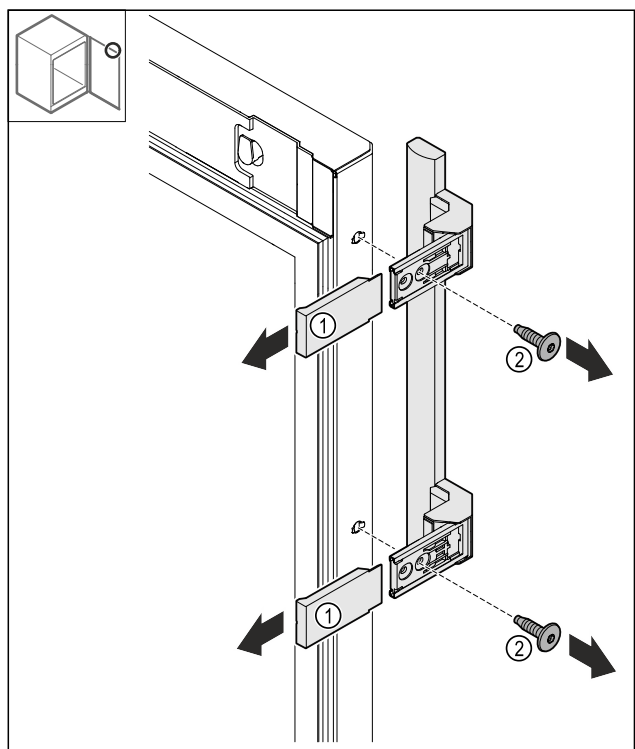

Fig. 15
- Húzza le a fedeleket Fig. 15 (1).
- Oldja ki a csavarokat Fig. 15 (2).